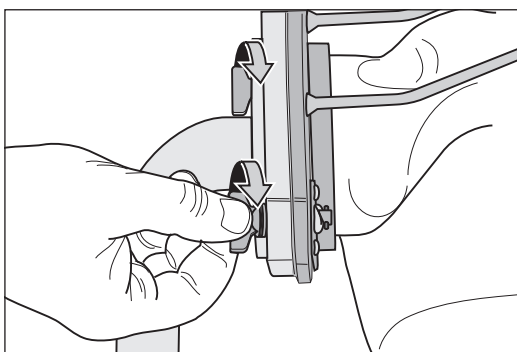

Bild 4 Sätt fast dampåsen med snabblåsen.
- 6 Sätt fast dampåsen med de båda snabblåsen på fastsättningsflänsen (bild 4).